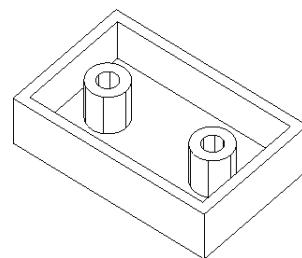

图 7-74 朝外朝内双向抽壳
- 06 如果在“实体抽壳方向”选项区中选中“两者”选项，输入朝内、朝外厚度均为 2，结果如图 7-74 所示。